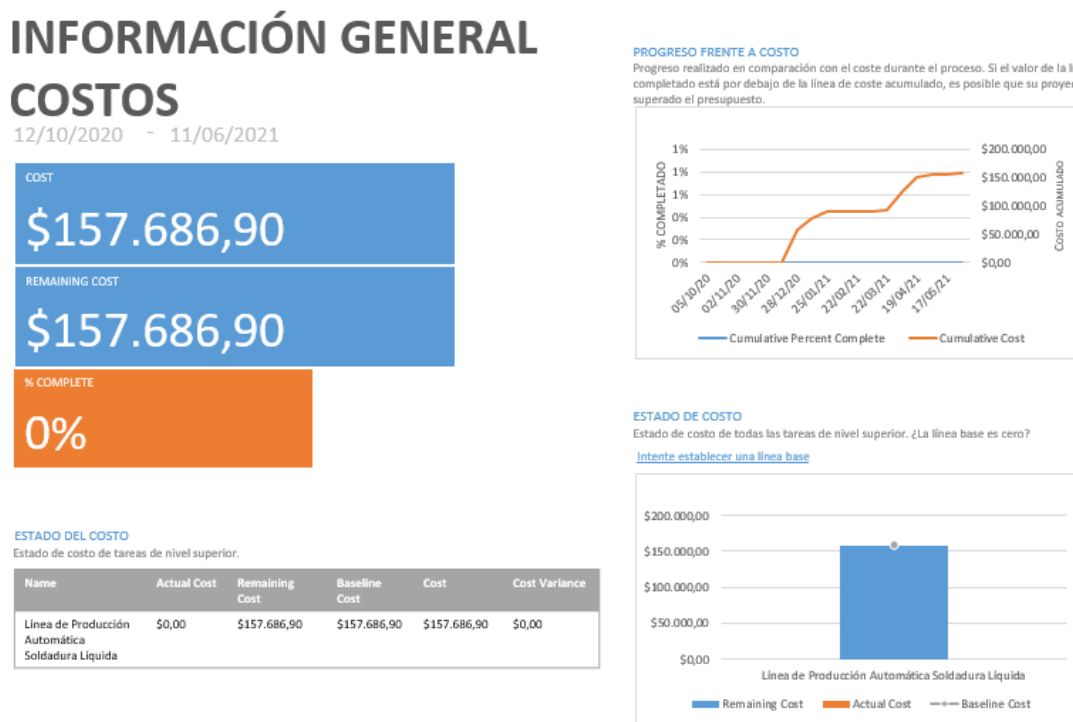

Figura 21. Vista del presupuesto total del proyecto.
- **Presupuesto Total:** La Figura 21 muestra el costo total de los paquetes de trabajo.